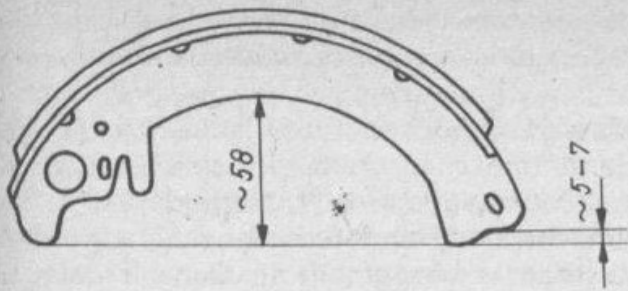

Bild 3-40 Bremsbacke des Moskwitsch mit Kontrollmaß
2. Vor dem Einbauen von regenerierten Bremsbacken sind die in Bild 3-40 gezeigten Maße zu kontrollieren. Stimmen dieselben nicht, dürfen diese Bremsbacken